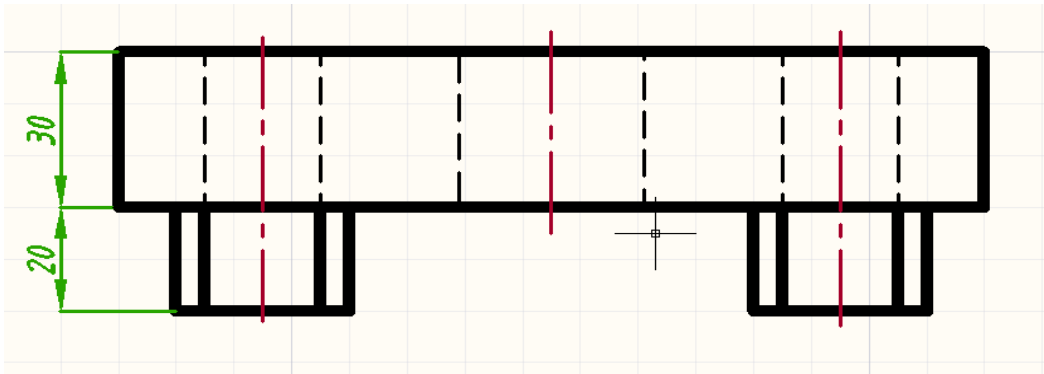

Рисунок 8.4
- Построить в нем невидимые контуры отверстий (рис. 8.4).